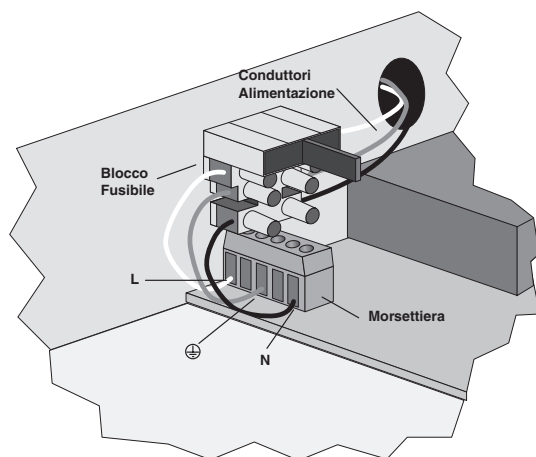

Figura 4. Connettere il blocco fusibile alla morsettiere
- 1) Collegare i conduttori al blocco fusibile sul circuito (vedere Figura 4).
- 4) Collegare i conduttori dalla morsettiere al blocco fusibile (vedere Figura 4).
Per fare scattare l'interruttore manomissione del coperchio, questo deve prima essere chiuso. Per chiuderlo mettere in cortocircuito con un ponticello i morsetti dell'interruttore manomissione del coperchio come illustrato in Figura 4. Per fare scattare l'interruttore, togliere il ponticello.